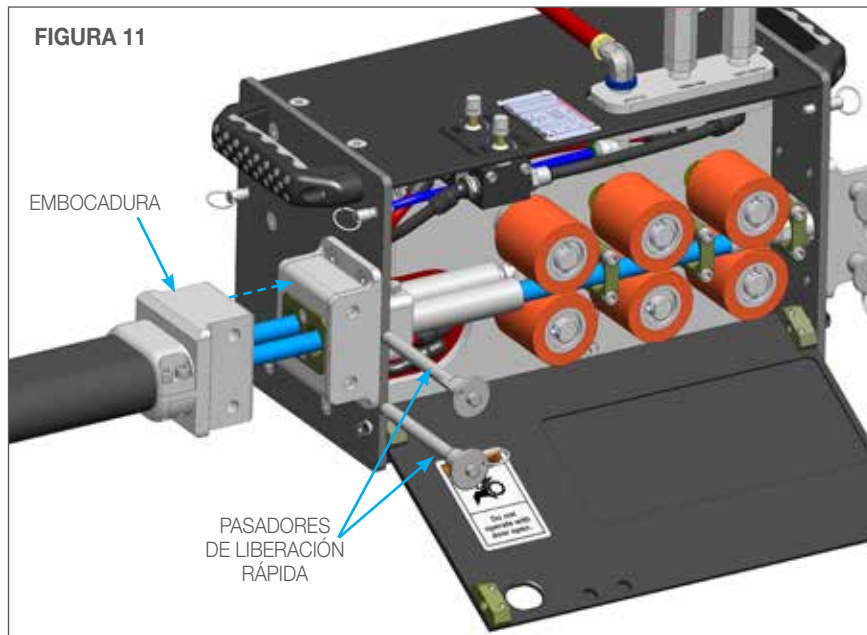

FIGURA 11
1. El regulador de presión de la abrazadera de la manguera de la caja de control DEBE ajustarse a presión cero para abrir los rodillos impulsores para facilitar la instalación de la manguera. **(Figura 10)** Inserte la manguera en el AUTOBOX® ABX-2L y coloque la embocadura usando los dos pernos de liberación rápida del montaje del AUTOBOX® ABX-2L. **(Figura 11)** Aumente la presión del regulador de presión de la abrazadera de la manguera para aumentar la fuerza de los rodillos impulsores y asegurar la manguera. Cierre y asegure la puerta antes de operar el AUTOBOX® (ABX-2L-V2). **(Figura 12)**